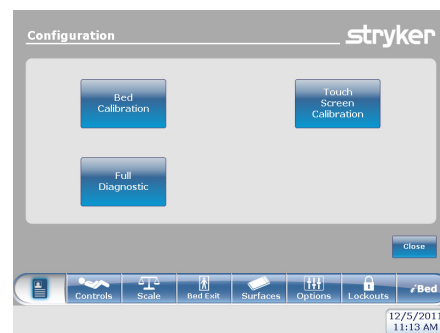

Figura 2: Ecrã Configuration (Configuração)
6. Solte o botão Main Menu (Menu Principal) e é levado para o ecrã Configuration (Configuração) mostrado na Figura 2.